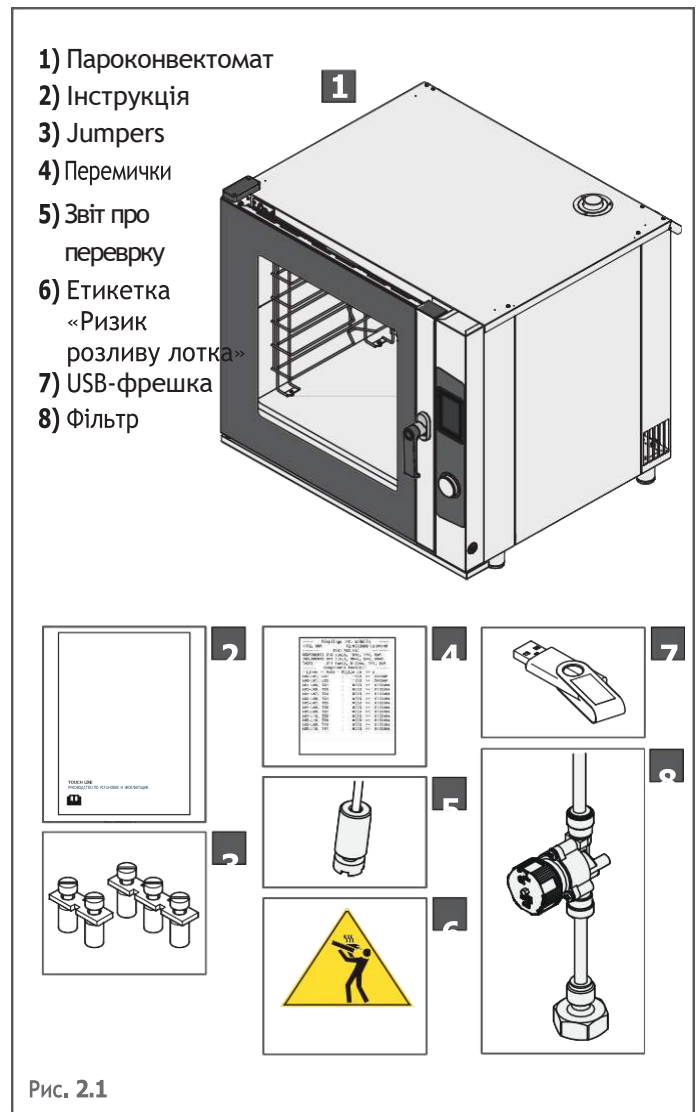

Рис. 2.1
► Рис. 2.1
Якщо це необхідно, наклейте наклейку «Ризик опіків», що додається до приладу, на зазначеній висоті (► Рис. 2.1)